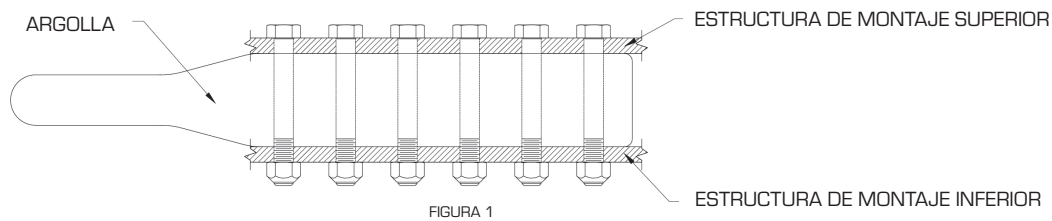

FIGURA 1
3. Fije la argolla 238DB, 245DB o 245DB-3 utilizando tornillos de 5/8" grado 8 y contratueras grado C. Apriete las tuercas según las especificaciones SAE. LA ESTRUCTURA DE MONTAJE DEBE FIJARSE TANTO A LA SUPERFICIE SUPERIOR COMO A LA INFERIOR DEL ARGOLLA, COMO SE MUESTRA EN LA FIGURA 1. DEBEN UTILIZARSE TODOS LOS ORIFICIOS PARA TORNILLO.